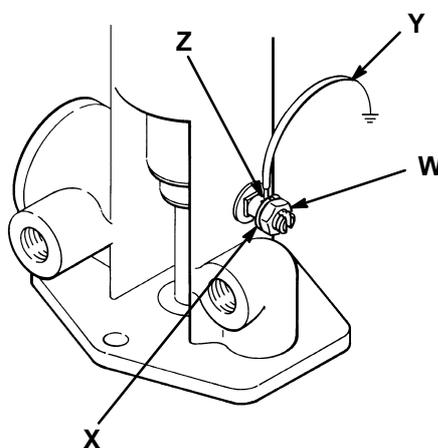

Fig. 1
1. *Bomba: Motor neumático modelo 204-464* – afloje la tuerca de bloqueo (W) y la arandela (X) de la terminal de tierra. Introduzca un extremo de un cable a tierra (Y) de un mínimo de 1,5 mm2 en la ranura de la terminal (Z) y después apriete firmemente la tuerca de bloqueo. Vea la Fig. 1. Conecte el otro extremo del cable a una tierra verdadera.